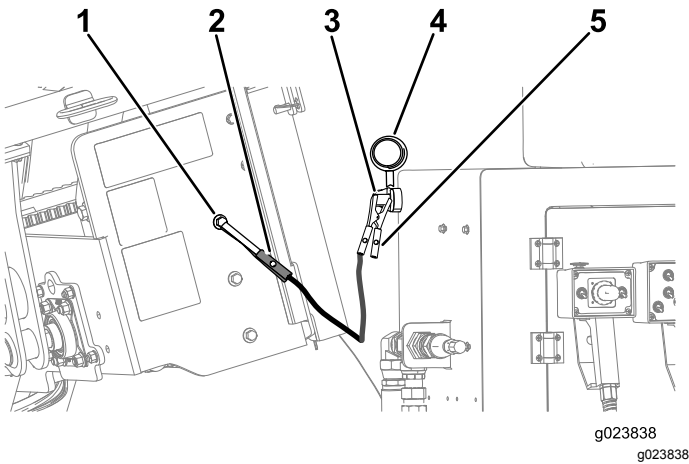

Figure 101
- Retirez le capuchon de la borne positive de la batterie déchargée (Figure 101)
7. Branchez le câble de démarrage positif (+) à la borne positive (Figure 101).
8. Branchez le câble de démarrage négatif (-) à un point de masse, tel un boulon non peint ou un élément du châssis (Figure 101).
10. Lorsque le moteur démarre, demandez à l'autre personne de débrancher le câble de démarrage négatif (-) du châssis, puis de débrancher le câble de démarrage positif (+) (Figure 101).